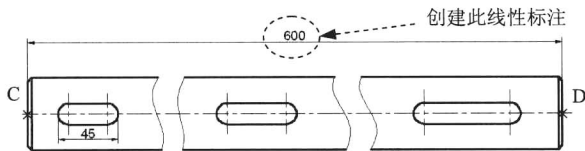

图 1.1.23 创建越过断面符号的线性标注
(2) 创建越过断面符号的线性标注。选择下拉菜单 **标注(B)** → **线性(L)** 命令，分别单击图 1.1.23 所示的 C、D 两点，在命令行中输入字母 T 并按 Enter 键，输入数值 600 后按 Enter 键；在绘图区的空白区域单击，以确定尺寸放置的位置。